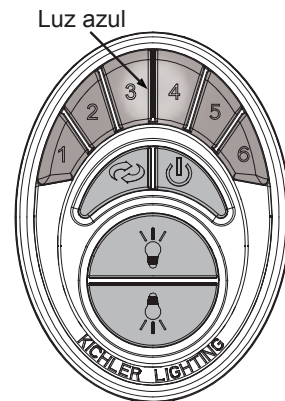

Fig. 23
2. Prueba el transmisor presionando y soltando CUALQUIER botón brevemente. Una luz azul debe iluminarse debajo de los botones 3-4. (Fig. 23) Si no es así, asegúrate de que las baterías estén insertadas y asentadas correctamente.